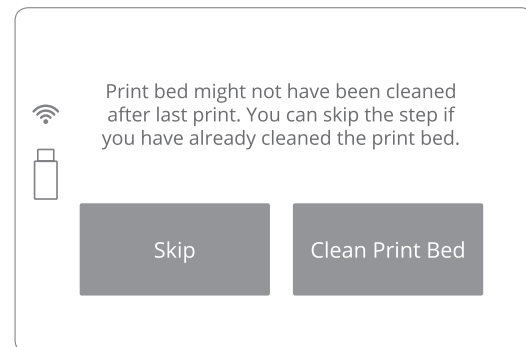

Bild 39. Reinigen Sie das DRUCKBETT-Bildschirm 2.
- Die Meldung PRINT BED MIGHT NOT HAVE BEEN CLEANED AFTER LAST PRINT wird angezeigt. Das restliche nicht gesinterte Pulver aus der Druckkammer sollte entfernt werden (Bild 39).